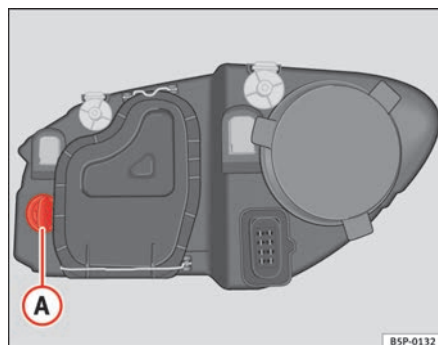

Fig. 181 Lámpara luz intermitente
- Gire el portalámparas ⇒ fig. 181 **A** a la izquierda y tirar.